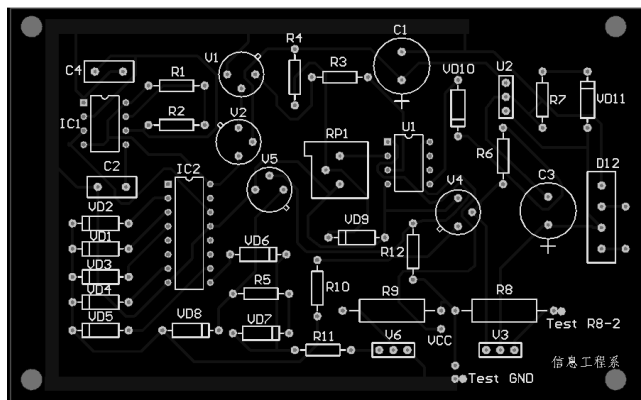

图 3.5.12 放置填充
- (1) 在编辑区的下面单击“Bottom Layer”标签，切换到底层信号层。
- (2) 删除 PCB 中电路板周围的地线。
- (3) 选择“Place (放置)” “Fill (填充)”命令，在原地线的位置放置填充区，使元件就近接地。注意填充的宽度，适当加粗。
- (4) 双击填充区，在弹出的对话框中设置填充区的网络为 GND。
- 设置结果如图 3.5.12 所示。